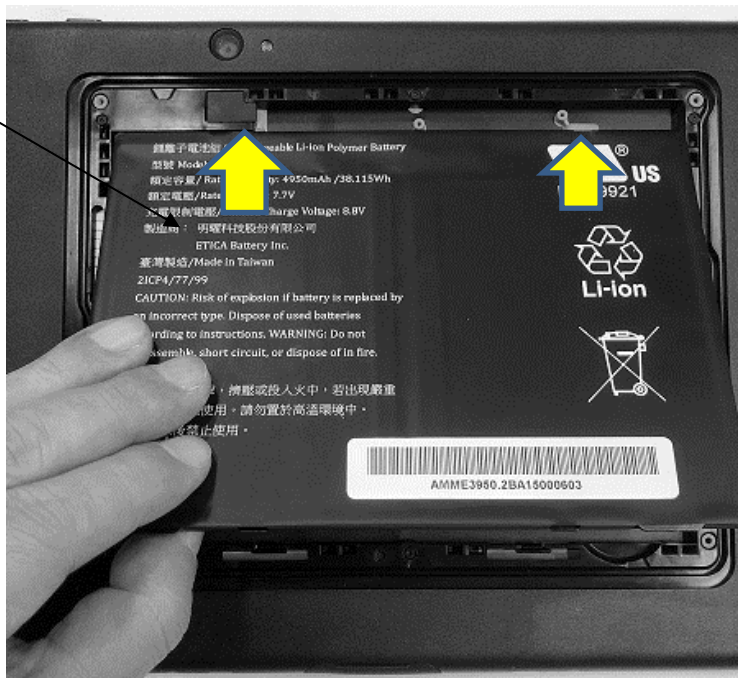
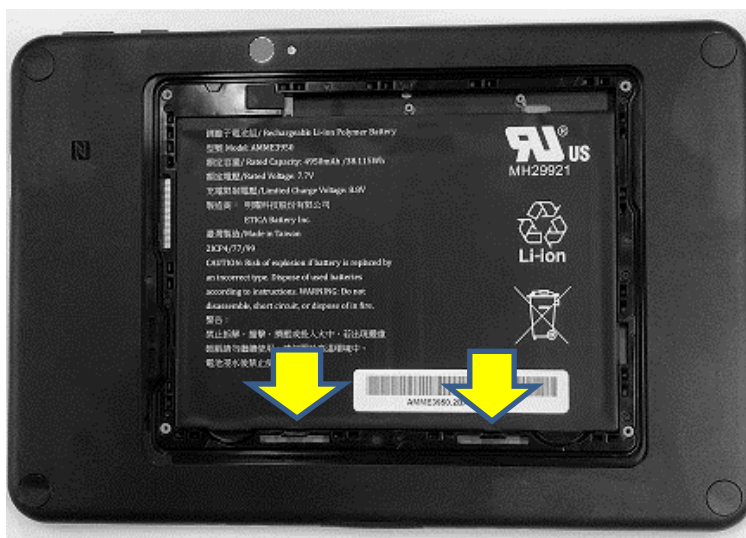

図 1
図 2
- ② 電源キー押下後、画面に「お待ちください」のメッセージが表示され、LCD 上にあるカメラ LED が点灯します。
- ③ 「お待ちください」のメッセージが消え、カメラ LED が消灯したのを確認したらバッテリーの交換ができます。
- ④ 本装置を机の上に置き、バッテリーの交換作業を行ってください。
- ⑤ 装置背面のバッテリーカバーにある切りかき(点線部分)を親指で持ち上げ、バッテリーカバーを対角線の方向に引き剥がして行きます。
- ⑥ 1) バッテリーが固定されている2つのロック(下図 a)を指の爪で矢印の方向に引っ張ります。カチッと音が鳴るのを確認してください。
- ①図1のようにバッテリーをPatio720A タブレットに置き、矢印部のフック(2か所)に方向に差し込んでください。図2の矢印部2ヶ所を押し込み取り付けしてください。